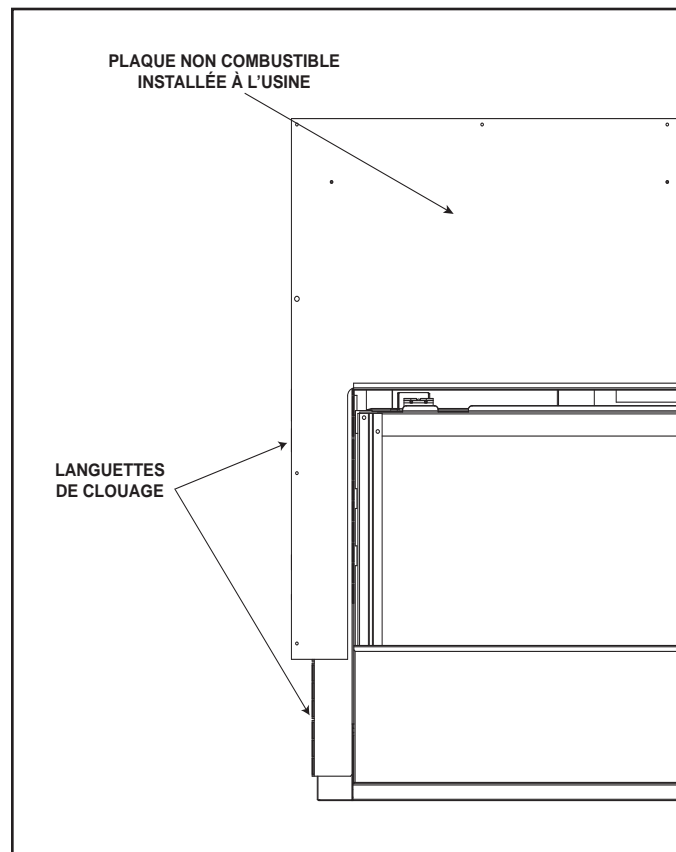

Figure 13.1 Position d'installation des languettes de clouage
1. Pliez deux languettes de clouage vers l'extérieur du foyer à 180°, pour les languettes gauche et droite. N'ajustez pas les pièces d'écartement de la colonne. Voir la Figure 13.1.